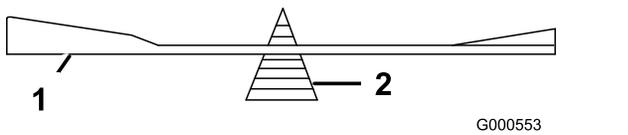

Figura 110
2. Verifique el equilibrio de la cuchilla colocándola sobre un equilibrador de cuchillas (Figura 110).